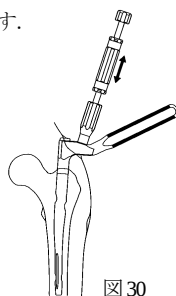

図 30
- 5) 抜去ハンドルを回転させながらネイルを引き抜きます。ネイルが固着している場合などは、ターゲットデバイス用インパクトを抜去ハンドルに固定し、ハンマーをスライドさせてネイルを引き抜きます。(図 30)